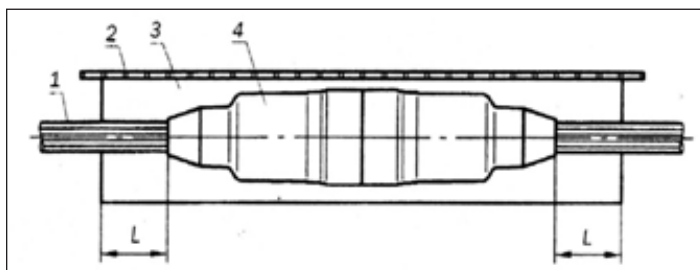

Рисунок 4.1 - Обмотка муфты кабельной бумагой
4.1.2 На полиэтиленовую муфту наматывают с 50% перекрытием 2 слоя кабельной бумаги (рисунок 4.1). Закрепляют бумагу изоляционной лентой.